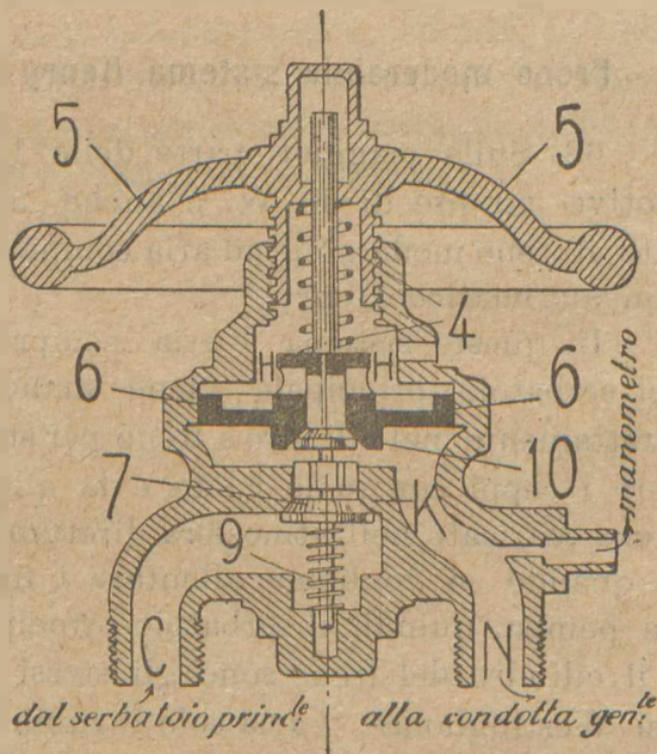

Fig. 31
69. Il rubinetto di comando del freno moderabile, che si chiama più propriamente *valvola di comando*, è rappresentata in sezione schematica nella (Fig. 31)